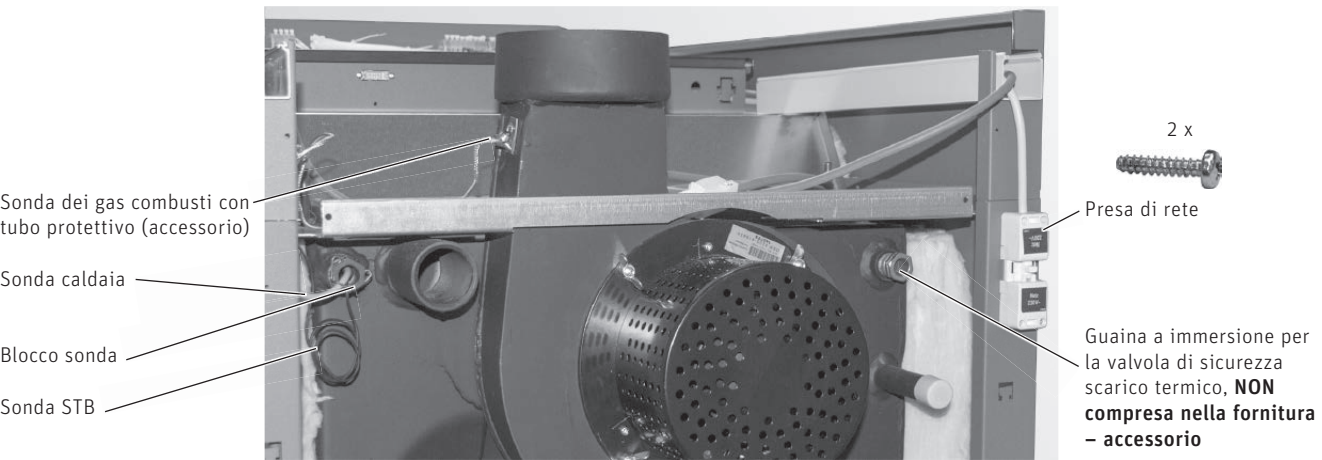

Fig. 55 LogWIN - retro
- Inserire la sonda della caldaia e la sonda del limitatore della temperatura di sicurezza (STB) nella guaina a immersione per quanto possibile e fissarle con il blocco sonda affinché non scivolino – Fig. 55.
- Montare la sonda dei gas combusti con tubo protettivo (accessorio) nel bocchettone dei gas combusti seguendo le istruzioni di montaggio allegate – Fig. 55.
- Passare il cavo di rete nel guidacavi sinistro verso il retro e avvitare saldamente la presa di rete dietro alla parete laterale con 2 viti per lamiera 2,9x16 – Fig. 55.